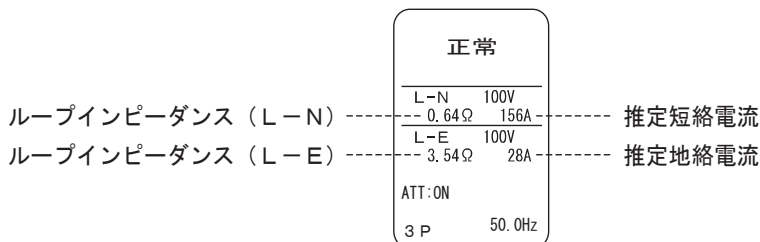

図 8-11
(3) 配線が正しければ、正常と表示されます（図8-11）。